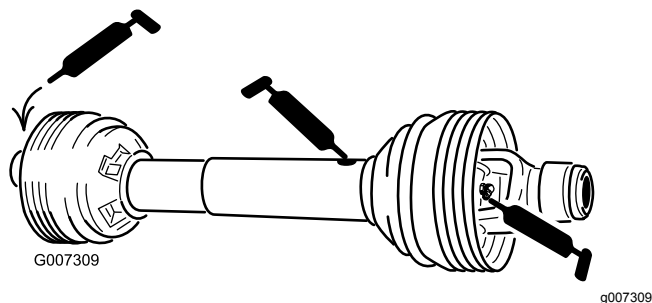

Figura 45
Veio da tomada de força (3) (Figura 45)